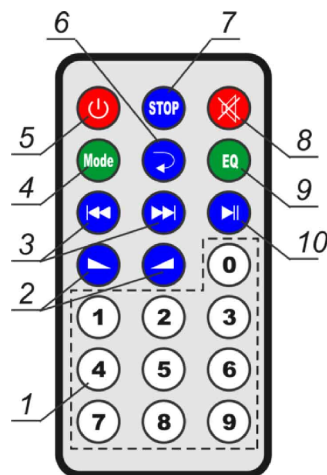

Рисунок 3
6.3 Розміщення органів управління на інфрачервоному пульті дистанційного керування наведено на рис. 3.